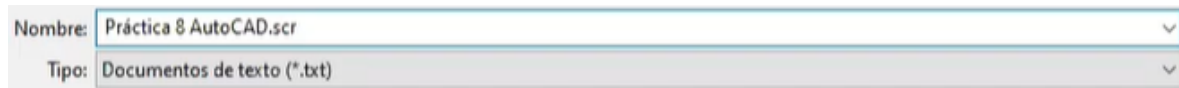

Figura 347. Extensión del archivo.
13. En el bloc de notas, borrar las dos comas que se encuentran después del comando `_pline` y guardarlo como archivo de texto con extensión “.scr”. Figura 347.